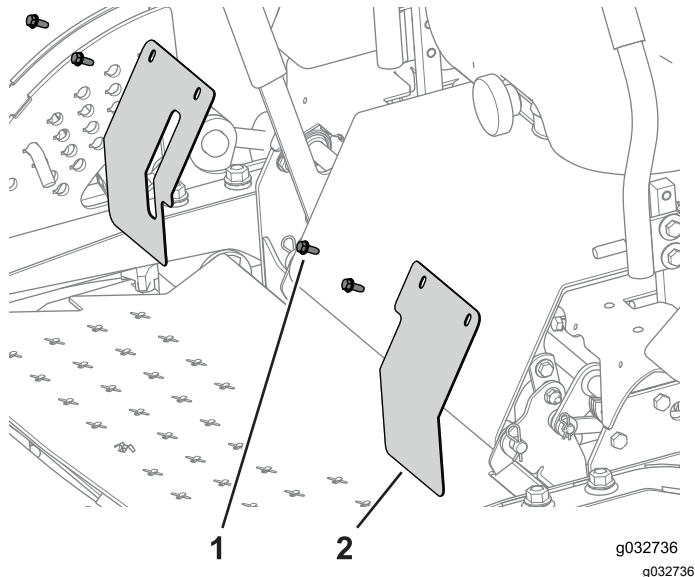

Figure 114
1. Déposez les plaques de protection et mettez-le de côté (Figure 114).